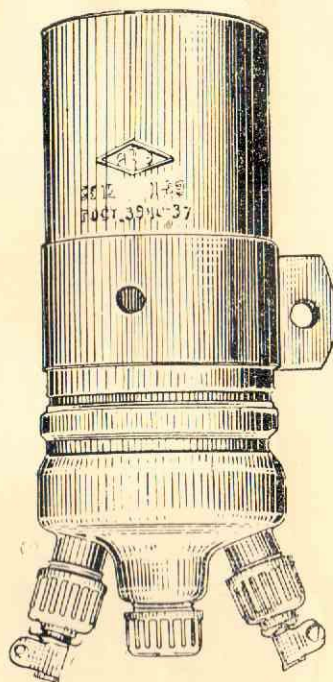

Рис. 3. Общий вид катушки зажигания Б5.
3. Катушка зажигания Б5 (рис. 3) с отдельным добавочным сопротивлением СЭ40-А.